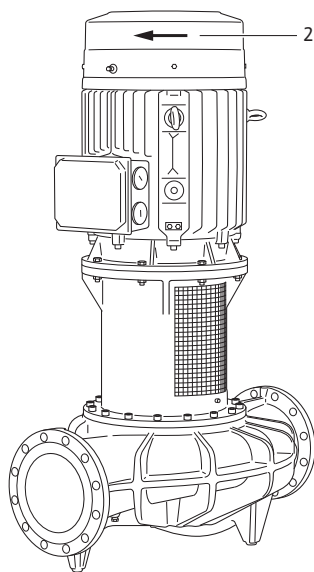

Fig. 47: Preverite smer vrtenja
- S kratkim vklopom preverite, ali se smer vrtenja ujema s puščico na pokrovu ventilatorja (glejte Fig. 47, pol. 2). Pri napačni smeri vrtenja ukrepajte kot sledi: